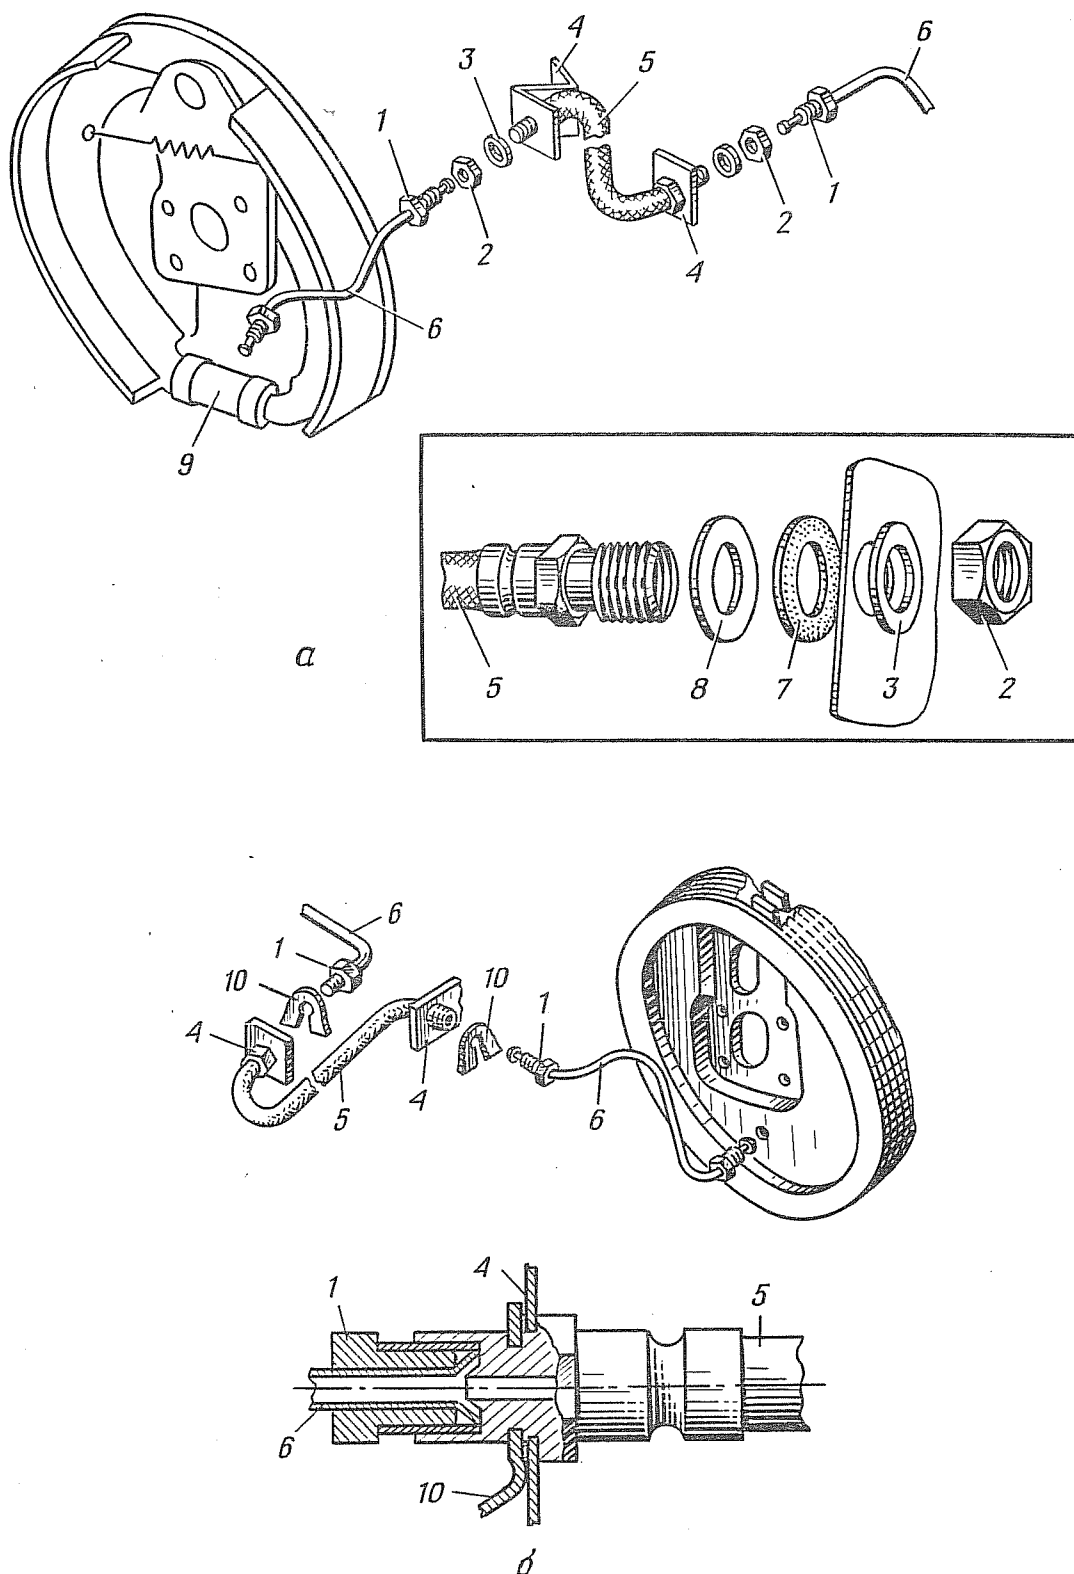

Рис. 86. Установка гибкого шланга тормозов:
1.1. Вывернуть соединительные гайки 1 (рис. 86) трубок 6 гидропривода из наконечников гибкого шланга 5 (ключ 12, домкрат гидравлический, подставки — 2 шт., ключ для гаек колес).
1.2. Отвернуть гайки 2 (рис. 86, а) и снять гибкий шланг 5 тормозов колес с шайбами 3, 7 и 8 с кронштейнов 4. Установить в отверстие трубок 6 технологические заглушки (ключи 17 и 24).
1.3. Снять скобы 10 (рис. 86, б) крепления гибкого шланга и снять гибкий шланг 5 тормозов колес с кронштейнов 4. Установить в отверстия трубок 6 технологические заглушки (плоскогубцы 150, технологические заглушки).
2.1. Установить гибкий шланг 5 (рис. 86, а) тормозов колес с плоской 8 и уплотнительной 7 шайбами в отверстия кронштейнов 4 и закрепить гайками 2 со стопорными шайбами 3 (ключи 17 и 24).
2.2. Установить гибкий шланг 5 (рис. 86, б) тормозов колес в отверстия кронштейнов 4 и закрепить скобы 10 (плоскогубцы 150).